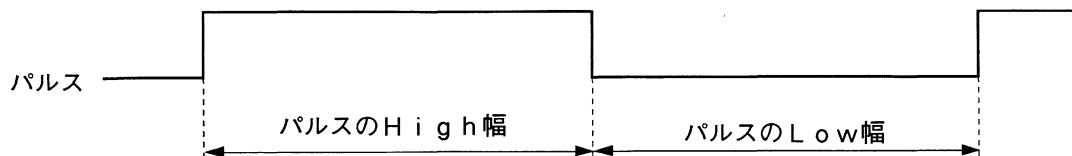

図1 パルス幅測定タイミング
仕様	<p>(1) 図1に示すように、パルスのHigh幅およびLow幅の時間を測定し、結果をRAMに設定します。</p> <p>(2) 20MHzで動作時、パルスのHigh幅およびLow幅は、1.9μsから3.27msまで50ns単位で測定可能です。</p>